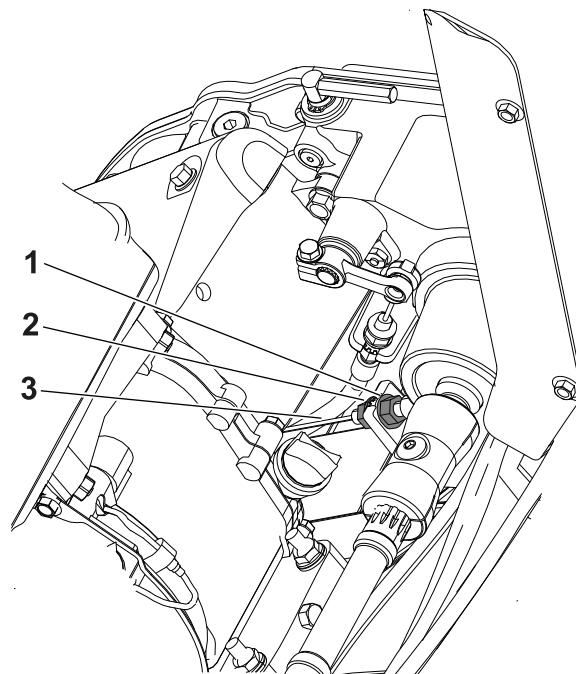

Figura 34
2. Desaperte a porca de retenção traseira e aperte a porca de retenção frontal (Figura 34).